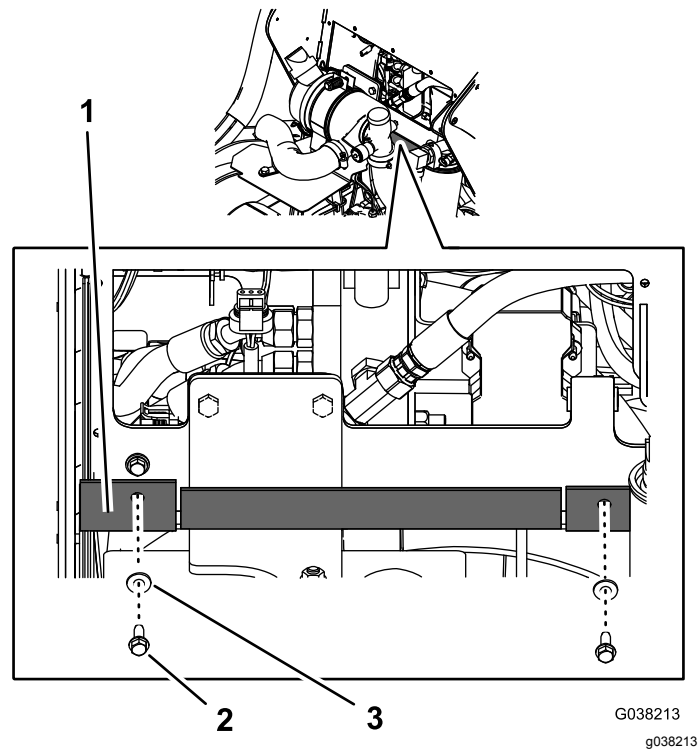

Figura 19
6. Montate i 2 bulloni e le 2 rondelle per fissare il deflettore in gomma alla macchina (Figura 19).